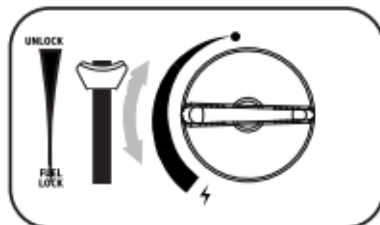

Fig. 11
1. Sæt drejeregulatoren (17) på OFF - positionen (16).
3. Når flammen er slukket, skubbes patronlåsehåndtaget (20) op i UNLOCK -positionen (14). (Fig. 11)